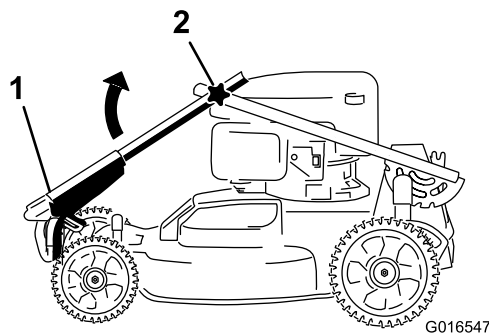
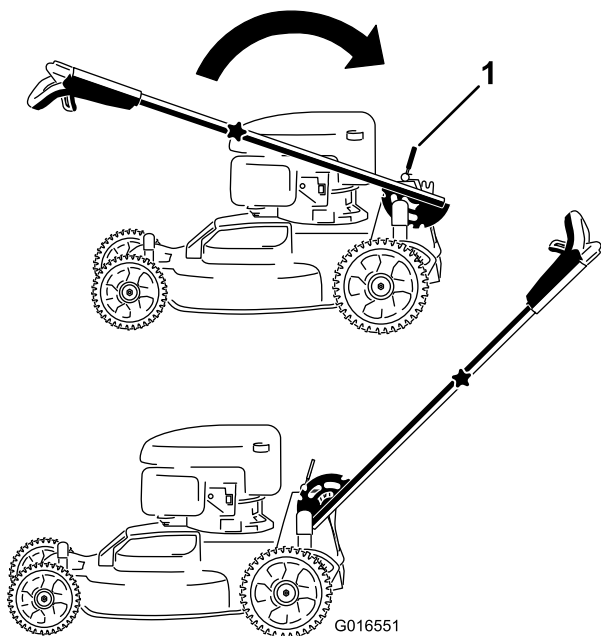

Figura 3
Figura 4
1. Rode a pega superior para que fique junto à pega inferior (Figura 3); aperte os manipulós na pega para bloquear a pega superior (Figura 4).
2. Liberte a alavanca de bloqueio da pega (Figura 4).
3. Puxe a pega para trás e bloqueie em posição (Figura 4).